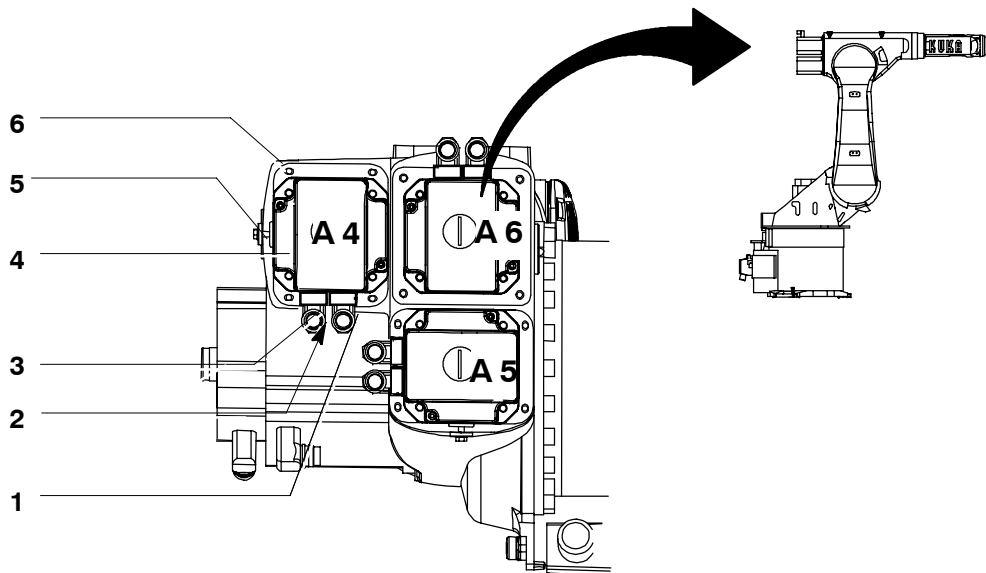
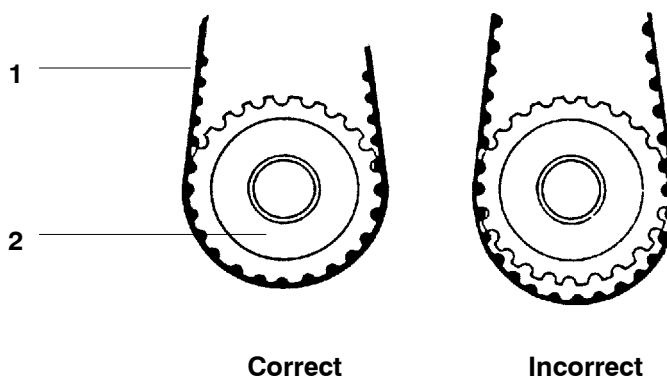

Fig. 96 Démontage et montage de l'entraînement de l'axe du poignet A4
Fig. 97 Courroies dentées et pignons de courroie dentée
- (1) Desserrer et retirer les connecteurs XM4 et XP4 des connecteurs femelles (Fig. 96/1, 3).
- (2) Enlever le couvercle (2).
- (3) Desserrer la vis de réglage (5) de plusieurs tours.
- (4) Dévisser quatre vis à six pans creux M6x25 (6) sans oublier les rondelles-frein et retirer l'entraînement de l'axe du poignet (4).
- (1) Le cas échéant procéder à la déconservation de l'entraînement de l'axe du poignet A4 (Fig. 96/4) afin de le monter. Poser la courroie dentée (Fig. 97/1) sur le pignon de courroie dentée (2).
Monter l'entraînement de l'axe de poignet de telle manière que les connecteurs femelles (Fig. 96/1, 3) destinés aux connecteurs XM4 et XP4 se trouvent en bas.
Lors du montage de l'entraînement de l'axe du poignet, veiller à ce que la courroie dentée et le pignon de la courroie dentée s'engrènent conformément à la Fig. 97.
- (2) Monter quatre vis à six pans creux M6x25 (Fig. 96/6) sans oublier les rondelles-frein et serrer ensuite les vis à tête hexagonale jusqu'à ce que l'entraînement de l'axe du poignet puisse être poussé sans jeu.
- (3) Régler la tension de la courroie dentée (voir le chapitre 11, "Instructions de réglage").
- (4) Serrer légèrement la vis de réglage (5).
- (5) Connecter les connecteurs XM4 et XP4.
- (6) Le cas échéant, monter le couvercle (2).
- (7) Procéder au réglage du point zéro (voir manuel logiciel KR C4, chapitre "Mise en service", paragraphe "Calibration/Décalibration du robot").
- (8) Vérifier la tension d'une courroie dentée neuve après env. 100 heures de service (voir le chapitre 11, "Réglage").